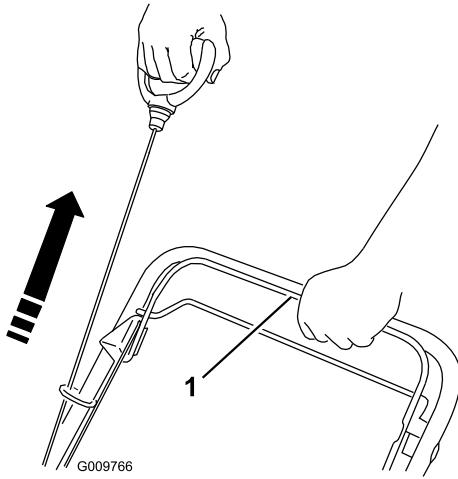

Figur 20
1. Montera mullningspluggen (Figur 20) eller gräsuppsamlaren (Figur 21) på klipparen.